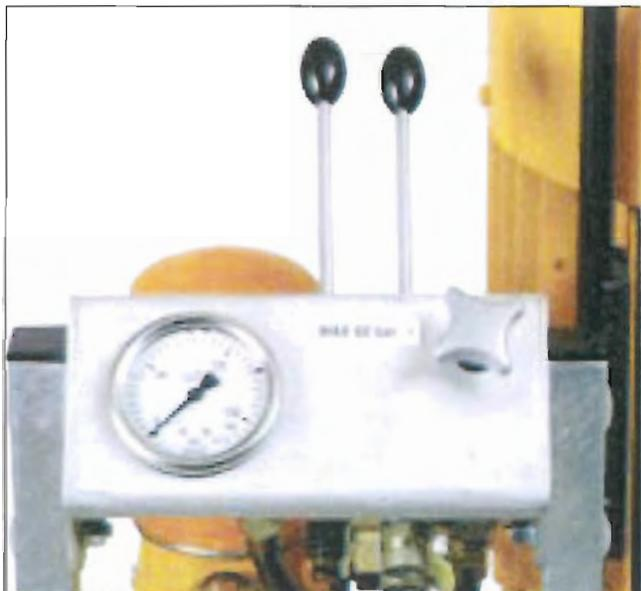

Рис. 5.26 Доп. гидравлич. пульт управления HAG•324 (Заказ-№ 54 12) для привода CSA•1001 H с HAG•324
- с) HAG•324 с смонтированным HAG•324 -пультом, (Рис. 5.26 и 5.27).